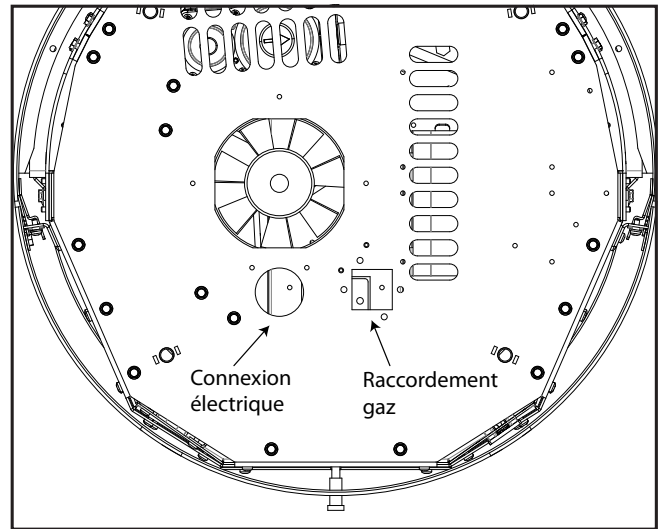

Figure 76: Points de connexion de gaz et d'électricité (vue de dessous)
4. Recâblez la prise électrique IEC et positionnez-la sur le trou indiqué dans Figure 76.